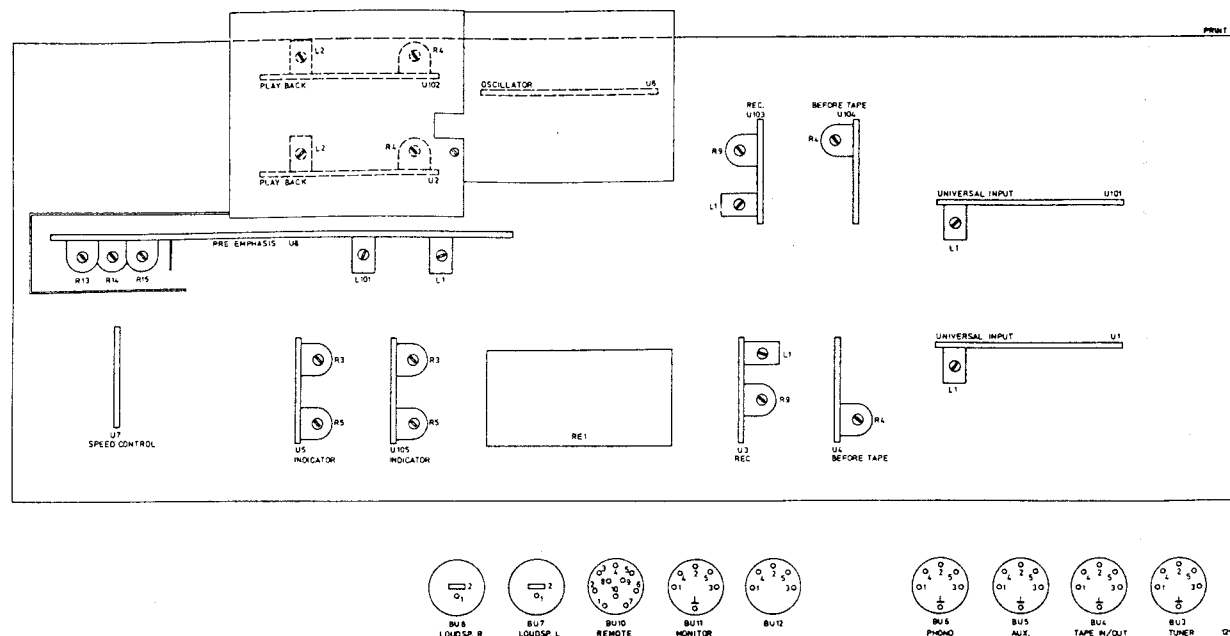

Fig. 5
- Justiere jetzt die genaue Geschwindigkeit. Drehe hierzu das Potentiometer, das zu der Geschwindigkeit gehört (siehe Abb. 5 und 11 und nachstehende Tabelle).
## I. MESSUNGEN AN DEN FUNKTIONELLEN EINHEITEN (Abb.5)